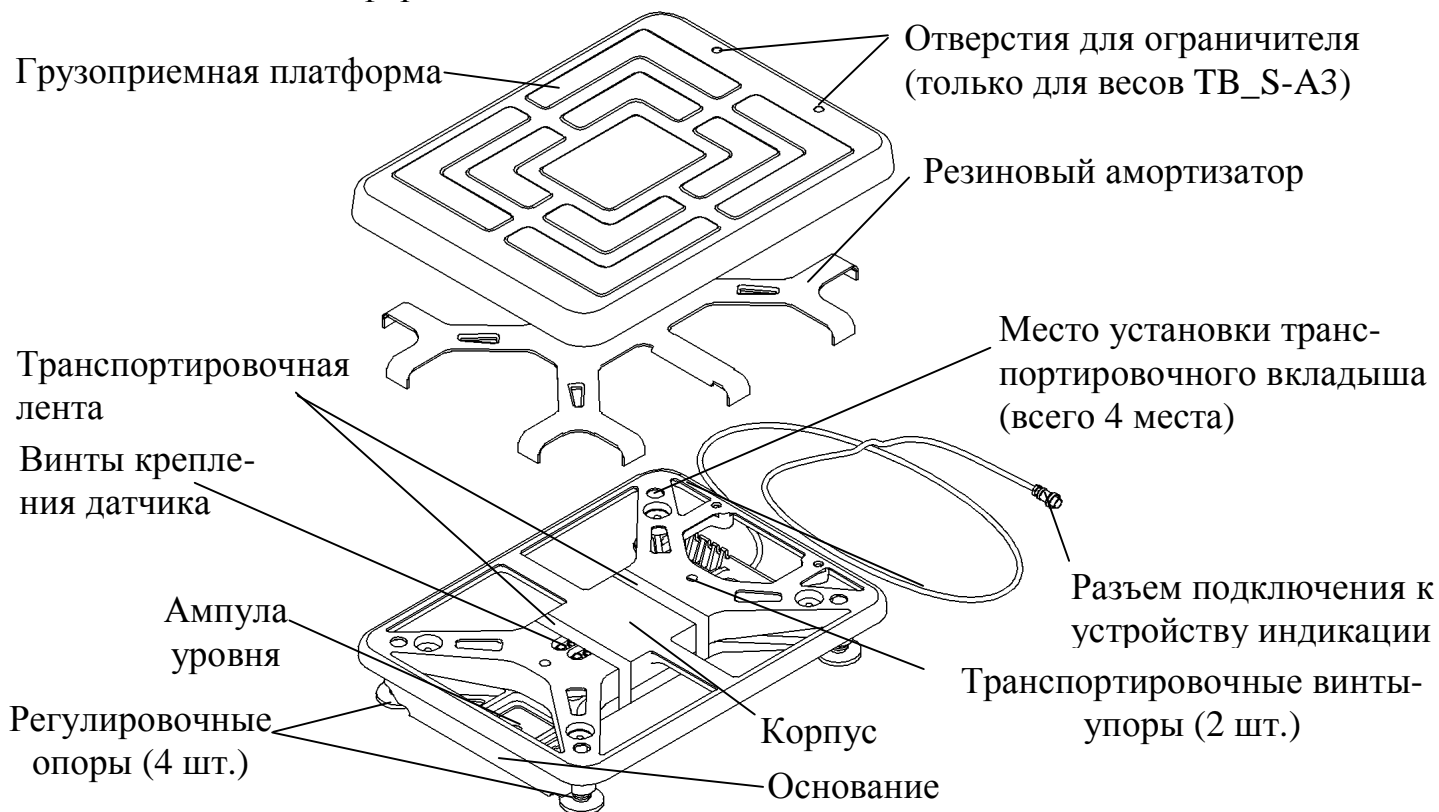

Рис. 5.2 - Весовая платформа ТВ-S\_
6.1.4 В весовой платформе ТВ-S\_ (Рис. 5.2) срезать и удалить транспортировочную ленту и вывернуть два транспортировочных винта-упора, вращая их только против часовой стрелки.